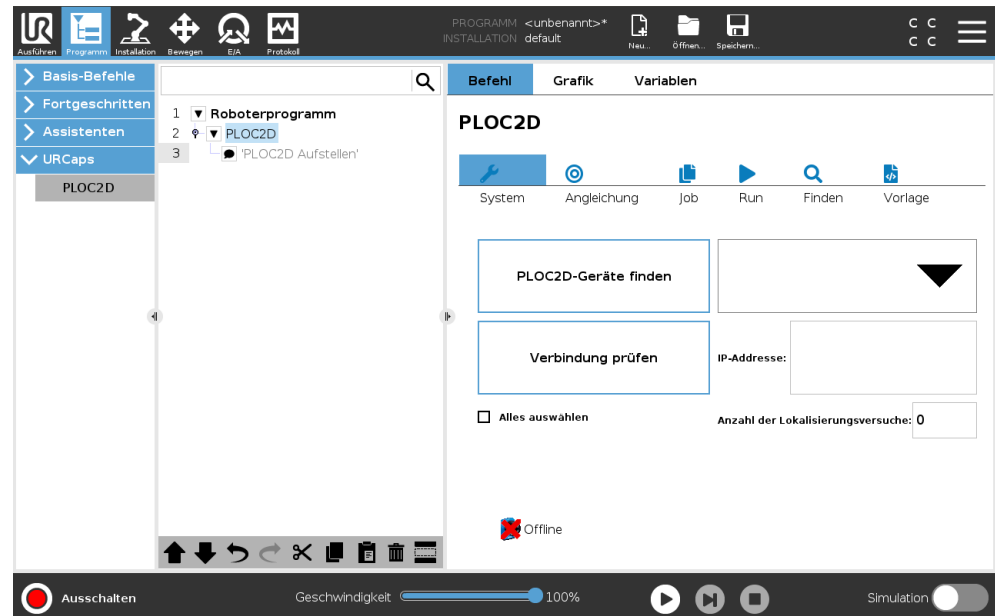

Abbildung 5: Verbindung zu PLOC2D-Gerät auf der Benutzeroberfläche des UR-Roboters herstellen
1. Wechseln Sie zum Bereich **Programm**, siehe Abbildung 5, Seite 8.